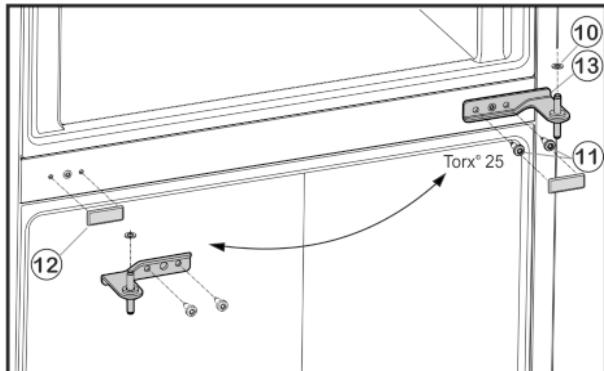

Fig. 5
- ▶ Befestigungsschrauben Fig. 5 (11) abschrauben (2 mal Torx® 25) und Lagerbock Mitte aus der unteren Tür herausziehen.
- ▶ Kunststoffscheibe Fig. 5 (10) abnehmen.
- ▶ Abdeckung Fig. 5 (12) vorsichtig abziehen.
- ▶ Abdeckung Fig. 5 (12) auf der Gegenseite wieder aufsetzen.
- ▶ Lagerbock Mitte Fig. 5 (13) um 180° gedreht in die untere Tür einsetzen und mit Befestigungsschrauben Fig. 5 (11) (2 mal Torx® 25) auf die neue Scharnierseite **fest (mit 4 Nm)** anschrauben.
- ▶ Kunststoffscheibe Fig. 5 (10) wieder aufsetzen.
- ▶ Obere Tür auf den Lagerbock Mitte Fig. 5 (13) setzen.